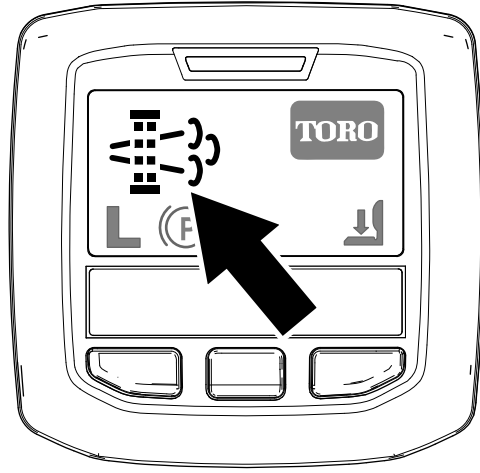

Figure 30
- L'icône préconisant une régénération stationnaire s'affiche sur l'InfoCenter (Figure 30).